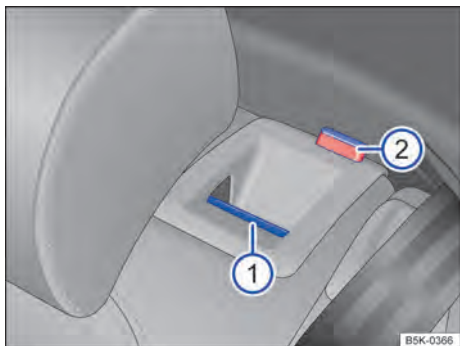

Fig. 63 No encosto do banco traseiro: botão de destravamento.
- Puxar o botão de destravamento → Fig. 63 ① para frente e, ao mesmo tempo, rebater o encosto do banco traseiro para frente.
- A respectiva parte de encosto do banco traseiro estará destravada quando a marcação vermelha → Fig. 63 ② estiver visível.
- A marcação vermelha → Fig. 63 ② não pode mais estar visível.